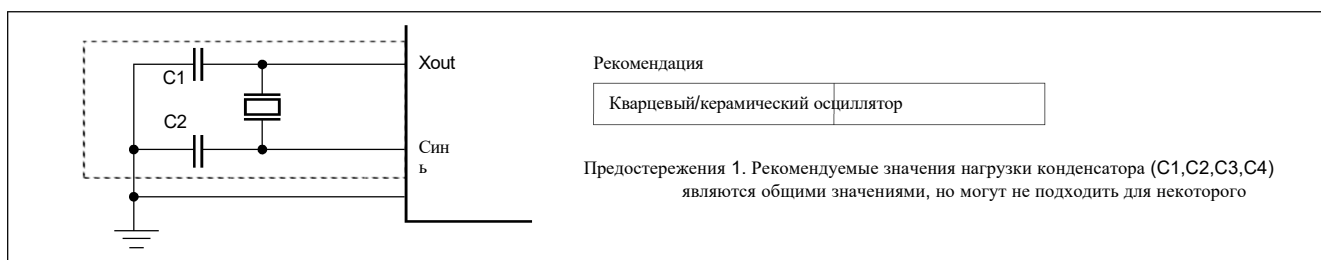

Рис. 10-2. Подключения осцилляторов
показано на рис. 10-2.
*Примечание. При использовании генератора системных синхросигналов выполните проводку в области пунктирной линии, показанной на рис. 10-2, для предотвращения каких-либо эффектов*